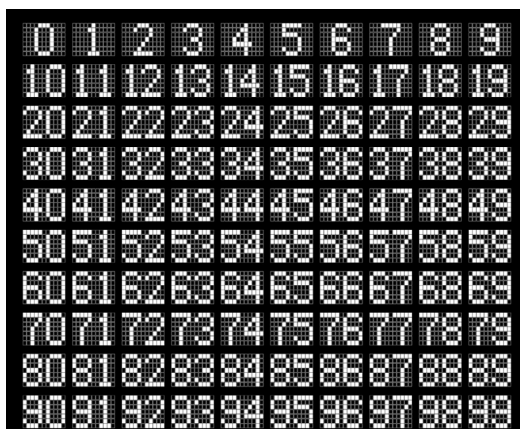

Рис. 2. Карта номеров
- 3.6. Выберите на лицевой поверхности необходимый номер индикации, для чего открутите крепление рассеивателя, снимите его. Удалите заглушки из матрицы в соответствии с картой номеров (см. рисунок 2). Установите рассеиватель в обратном порядке.